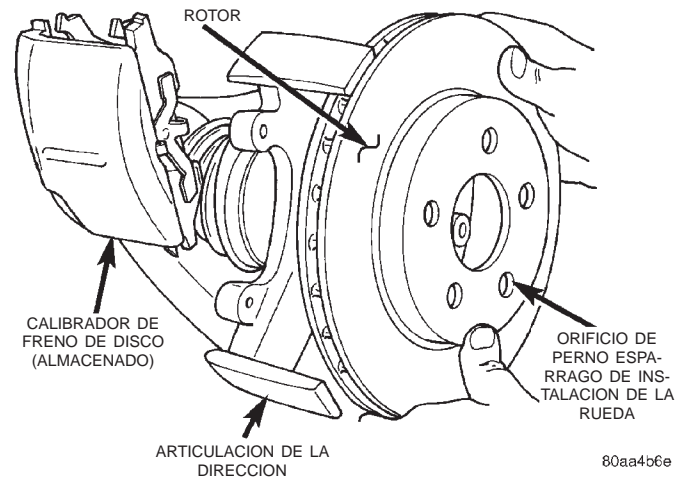

Fig. 63 Desmontaje/instalación del rotor de freno
(6) Retire el rotor de freno de disco de la maza tirando en forma recta para extraerlo de los pernos espárrago de instalación de la rueda (Fig. 63).
(1) Retraiga completamente el pistón del calibrador para emplazarlo nuevamente en el hueco del pistón del calibrador. Esto se requiere para instalar el calibrador con conjuntos de zapatas de freno nuevos.
(2) Lubrique ambos topes de la articulación de la dirección con una cantidad generosa de Lubricante multipropósito Mopar® o equivalente.
(3) Instale el rotor delantero en la maza, asegurándose de que asiente a escuadra en la superficie de la maza (Fig. 63).
(4) Retire el papel de protección de la junta supresora de ruido de los conjuntos de zapatas de freno de adentro y de afuera (si estuvieran instalados).